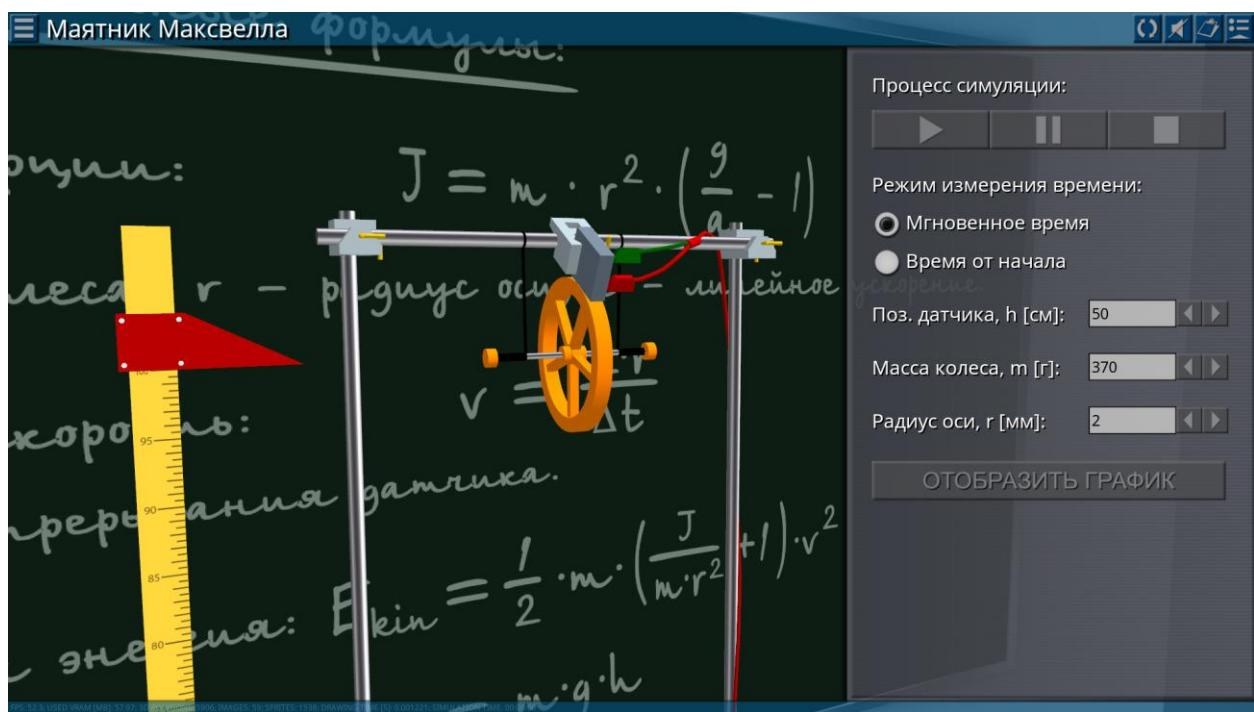

Рисунок 7 – Пример отображения панели параметров в правой части экрана
Кнопка сброса параметров (1) лабораторной установки предназначена для возврата виртуальной лабораторной работы в исходное состояние. С помощью кнопки (2) пользователь может отключить/включить звуковое сопровождение. При нажатии на кнопку (3) формируется отчет с результатами выполненных измерений в формате CSV-таблицы. В настольной версии приложения отчет автоматически открывается связанный с данным типом файлов программой (например, Microsoft Excel). В веб-версии файл отчета загружается с использованием стандартной функции загрузки файла веб-браузером. Данные записываются в отчет в процессе выполнения эксперимента. При этом в большинстве лабораторных работ событие записи результата измерения в отчет сопровождается характерным звуковым сигналом. Кнопка (4) предназначена для отображения или скрытия основной панели параметров лабораторной работы. Каждая лабораторная работа имеет собственный набор параметров, отображаемых на панели (рисунок 7).